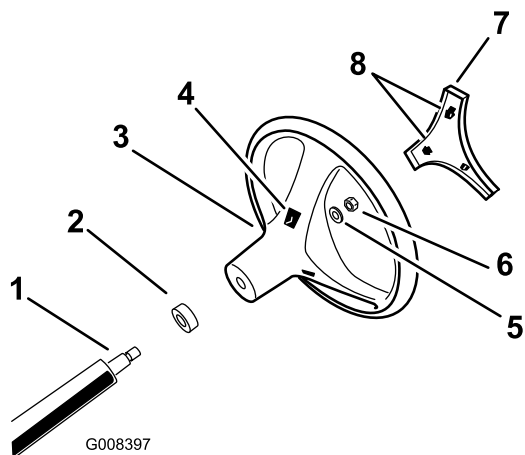

Рисунок 3
удерживают центральную крышку, и снимите крышку рулевого колеса (Рисунок 3).
- Отверните контргайку и снимите шайбу с рулевого вала (Рисунок 3).
- Выровняйте рулевое колесо на плечах рулевого вала (Рисунок 3).
- Установите контргайку с шайбой на рулевой вал (Рисунок 3).
- Совместите фиксирующие выступы центральной крышки с пазами в рулевом колесе и нажмите на крышку в сторону рулевого колеса, чтобы защелкнуть крышку на месте (Рисунок 3).